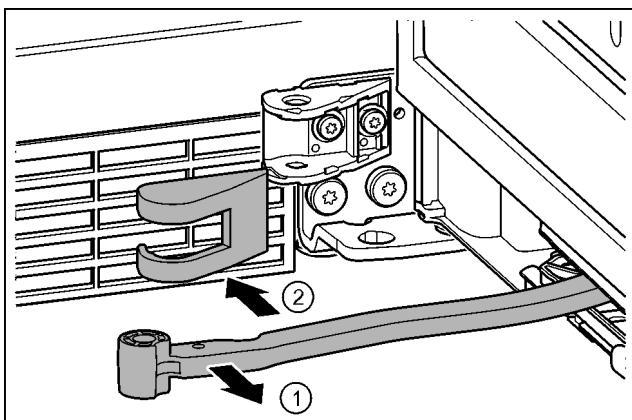

Fig. 16
- ▶ 卸下托架盖并沿着铰链移动。Fig. 16 (1)
- ▶ 将螺栓用手指或螺丝刀从下方提起。Fig. 16 (2)
- ▶ 将螺丝刀移动到螺栓头下方并拉出。Fig. 16 (3)
- ▶ 将铰链转向门的方向。Fig. 16 (1)
- ▶ 移除托架盖。Fig. 16 (2)